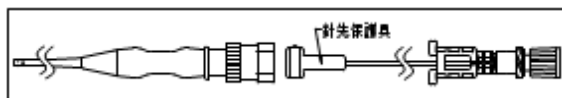
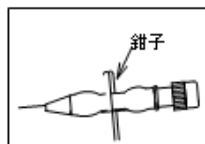

図3
図4
〈注意〉図3のように針先が針先保護具で覆われたことを確認する。なお、金属穿刺針をチャンバードプラグから引き抜く際に軽い抵抗があるが、まっすぐにそのまま金属穿刺針を抜き続けること。
3. 図3のように金属穿刺針をチャンバードプラグが外れる位置まで完全に引き抜いた後、図4のようにクランピングチューブ中央部を指あるいは鉗子ではさみ止血する。